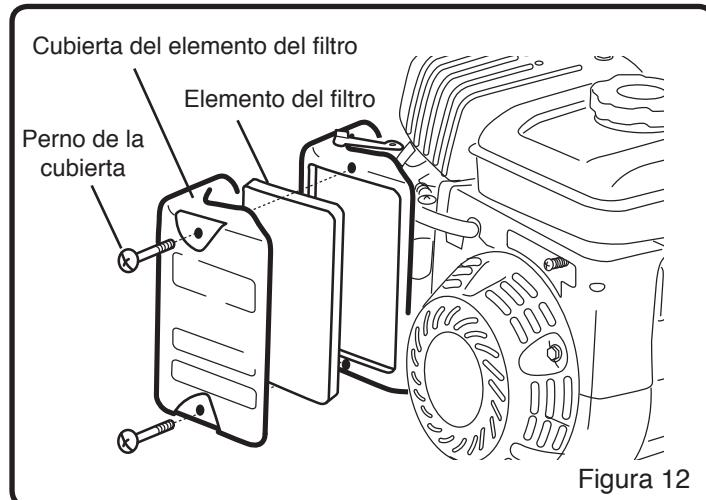

Figura 12
**NOTA:** Consultar la Figura 12 al seguir los pasos enumerados a continuación: